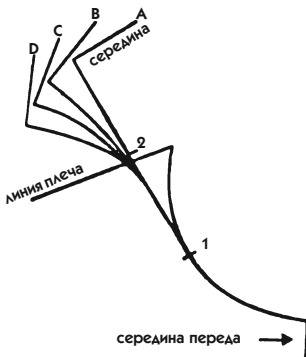

Рис. 470
дует слегка расширить стойку воротника по линии отлета. Для этого вы можете использовать модель В расширенного воротника, представленную на рис. 470.
1. Скопируйте с рис. 465 горловину лифа, линию плеча, срединную линию переда и воротник от засечки 1 до засечки 4. Вы получите рис. 470.
3. На этом подготовительном чертеже сделайте 3 модели расширяющегося воротника в соответствии с рис. 470, как вы это делали для цельнокроеного воротника с подбортом: